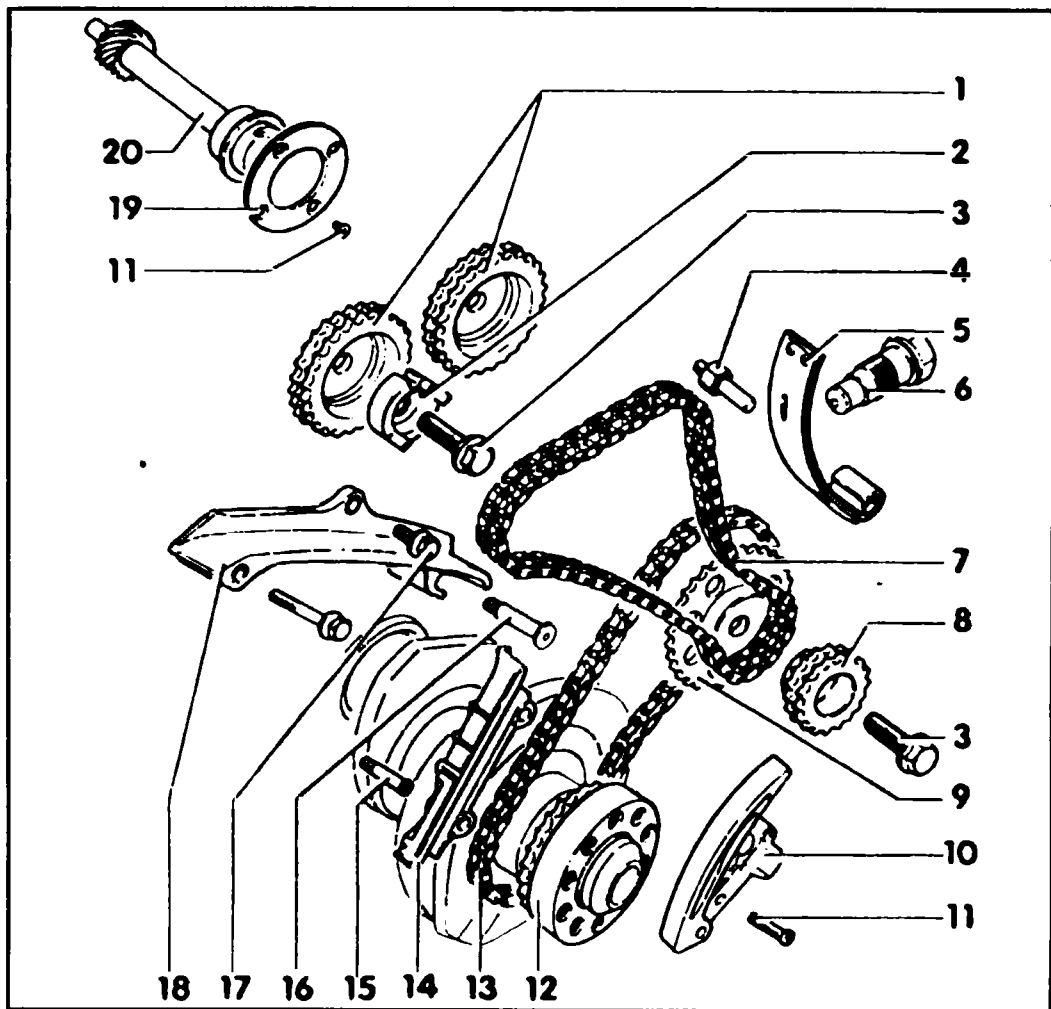
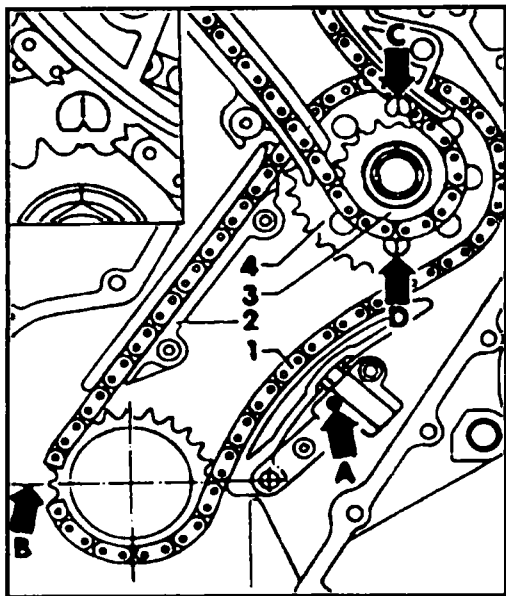

Рис.2.105 Устройство привода распределителей:
Рис.2.106 Расположение меток обеих цепей и звездочек
◆ Нижнюю цепь привода наложите на звездочку коленвала. Для этого, используя рис. 2.106, проверьте, в правильном ли положении находится метка «В» на приводной звездочке коленвала. Один зуб звездочки обнижен. Этот зуб должен находиться на одной линии с плоскостью разьема крышки коренной опоры № 1, если поршень первого цилиндра находится в ВМТ.
◆ Большую приводную звездочку промежуточного вала установите так, чтобы метка на звездочке располагалась против метки на шайбе (19, рис. 2.105), причем одновременно необходимо наложить нижнюю цепь на зубья приводной звездочки (см. рис. 2.106). Если вы используете цепь, бывшую в упот-
менты, моменты затяжки указаны на рис.2.105.
♦ Установите на место устройство натяжения (10, рис.2.105). Плунжер устройства натяжения цепи, заблокирован фиксатором, который необходимо разблокировать, повернув отверткой (см. А на рис.2.106). Сориентируйте устройство натяжения относительно цепи и затяните болты (11), момент затяжки 10 Нм. Вверните в головку блока цилиндров болты (6) устройства натяжения цепи, затяните их, момент затяж-